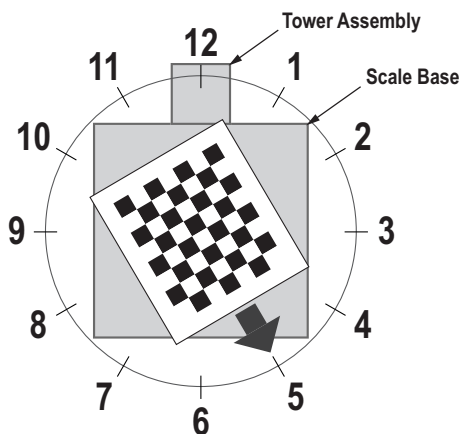

Figura 5-8. Gire a las 5 en punto
7. Alinee el objeto de calibración de modo que las cruces estén centradas. Gire el objeto de calibración a las 5 en punto con el conjunto de la torre a las 12 en punto. (Figura 5-8).